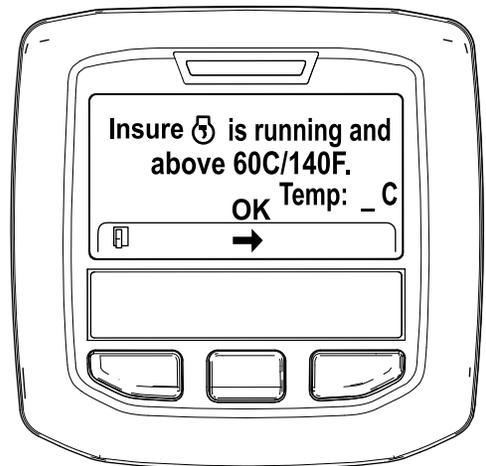

Figura 51
- Si la temperatura del refrigerante se encuentra por debajo de 60 °C (140 °F) aparece el mensaje "Insure is running and above 60C/140F" (Asegúrese de que está funcionando y por encima de 60 °C/140 °F). (Figura 51).